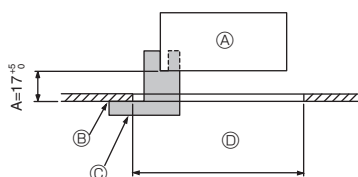
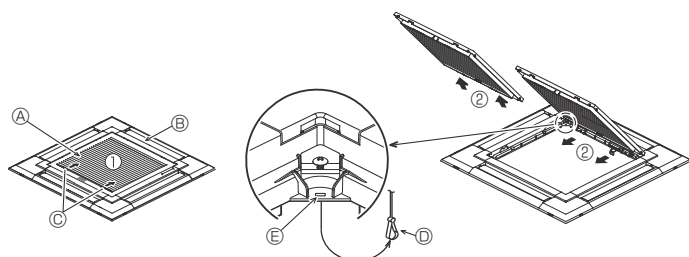
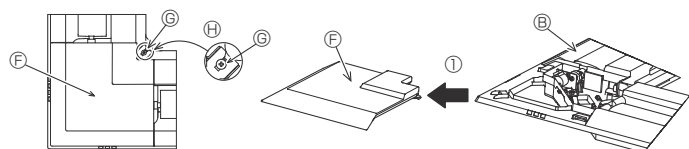

Fig. 9-2
Fig. 9-3
Fig. 9-4
①	Gitter	1	950 × 950 (mm)
②	Installationsmåler	1	(delt i fire)
③	Skrue (4 × 16)	1	til PLP-6EAE, PLP-6EALME, PLP-6EALME
④	i-see sensor-hjørnepanel	1	til PLP-6EAE, PLP-6EALME, PLP-6EALME
⑤	Trådløs fjernbetjening	1	til PLP-6EALM, PLP-6EALME
⑥	Holder til fjernbetjening	1	Medfølger hvis udstyret med trådløs fjernbetjening.
⑦	LR6 AA-batterier	2	Medfølger hvis udstyret med trådløs fjernbetjening.
⑧	3,5 × 16 pladeskruer	2	Medfølger hvis udstyret med trådløs fjernbetjening.
9.2. Forberedelser til fastgørelse af gitteret (Fig. 9-2)
- Justér og kontrollér placeringen af hovedenheden i forhold til loftsfladen med måler ②, der følger med dette sæt. Hvis hovedenheden ikke placeres korrekt i forhold til loftsfladen, kan der opstå luftlækager eller kondensdannelse.
- C Installationsmåler ② (sat ind i hovedenheden)
9.2.1. Afmontering af indtagsgitteret (Fig. 9-3)
- Skub håndtagene i retningen angivet af pilen ① for at åbne indtagsgitteret.
- Med indtagsgitteret i "åben" position fjernes indtagsgitterets hængsel fra gitteret som vist med pilen ②.
9.2.2. Afmontering af hjørnepanelet (Fig. 9-4)
- Løsn de 4 skruer på hjørnet. Skub hjørnepanelet i retning af pil ① i illustrationen, og fjern hjørnepanelet.
[Fig.9-3] [Fig.9-4]